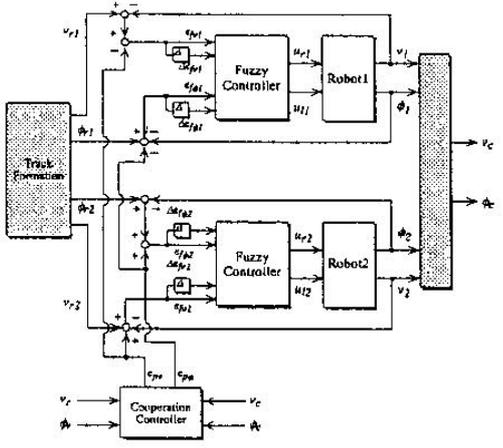

図1 システム構成
提案するシステムを図1に示す。提案するシステムは、遺伝的アルゴリズム (GA) を用いた目標軌道生成ブロックと、ファジィコントローラおよび協調コントローラを用いた軌道追従制御ブロックから構成されている。初期位置と目的位置の情報から、距離が最短となる目標軌道をGAにより探索し、作成した目標軌道に追従するよう各移動ロボットに設けたファジィコントローラにより制御を行う。その際、各移動ロボット間の協調動作を実現するために協調コントローラを設けている。